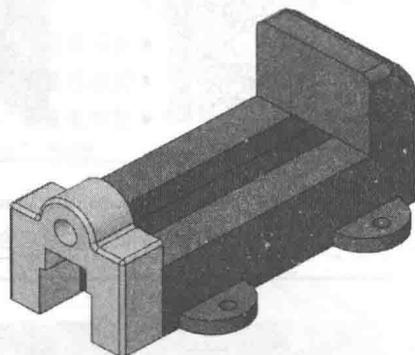

图 1-5 编辑零件
**步骤4 编辑零件** 单击 Base1 组件，然后单击**【编辑零部件】**，如图 1-5 所示。